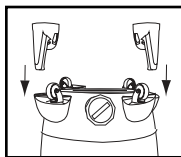

FIGURE 8
8. Avec la vidange de la cuve face à vous, fixez le support du tuyau **A** à la patte de roulette **A** et le support de tuyau **B** à la patte de roulette **B**. **FIGURE 8.**